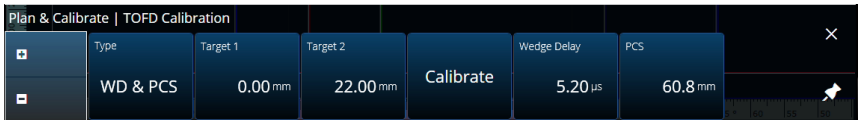

Abbildung 4-8 TOFD Calibration – WD & PCS
In der **TOFD Calibration** (TOFD-Justierung) Registerkarte können Sie die TOFD-Gruppe kalibrieren, sodass die Cursor-Messwerte in Tiefe statt in Zeit umgewandelt werden. Dies wird normalerweise während der Analyse durchgeführt, kann jedoch auch zuvor durchgeführt werden. Die TOFD-Justierung hat einen vereinfachten Prozess und wird außerhalb eines Justierassistenten durchgeführt. Um auf die **TOFD Calibration** (TOFD-Justierung) Optionen zuzugreifen, gehen Sie zu **Plan & Calibrate > TOFD Calibration** (Plan & Justierung > TOFD-Justierung) [Abbildung 4-8 auf Seite 185 und Tabelle 78 auf Seite 185].
1. Wählen Sie den Justiertyp (Abbildung 4-8 auf Seite 185 und Tabelle 78 auf Seite 185).